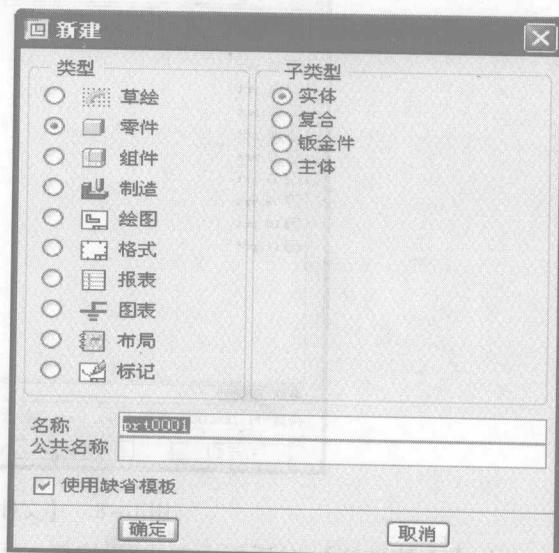

图 1-7 【新建】对话框
在 Pro/E 中选择新建文件工具按钮或者选择菜单【文件 (F)】→【新建】，系统就弹出新建文件对话框，如图 1-7 所示。可创建的文件类型有草绘、零件、组件、制造、绘图、格式、报表、图表、布局、标记等。